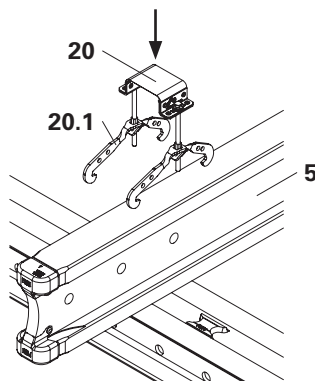

Fig. B1.17
3. Spingere la prima staffa Uni HBU 20-24 (20) dall'alto sulla trave VT 20K (5). (Fig. B1.17)